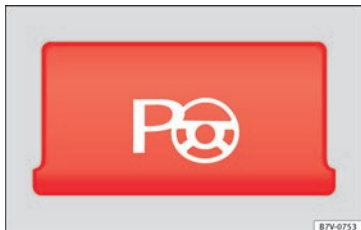

Abb. 212 Detail der Mittelkonsole: Taste zum manuellen Einschalten des Parklenkassistenten.
- **Beim Längsparken:** Taste bei einer Geschwindigkeit bis zu 50 km/h (31 mph) **einmal** drücken. In der Taste leuchtet eine Kontrollleuchte, wenn die Funktion eingeschaltet ist »» **Abb. 212**.
- **Beim Querparken:** Taste bei einer Geschwindigkeit bis 50 km/h (31 mph) **zweimal** drücken. In der Taste leuchtet eine Kontrollleuchte, wenn die Funktion eingeschaltet ist »» **Abb. 212**.
- Taste wird gedrückt. In der Taste leuchtet eine Kontrollleuchte, wenn die Funktion eingeschaltet ist »» **Abb. 212.**